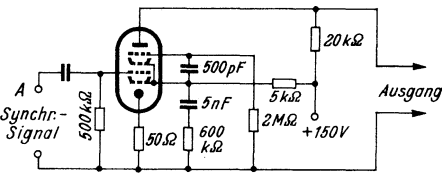

Bild 8. Schaltung zur Erzeugung negativer Impulse
3. Generatoren für verschiedene Kurvenformen. Zur Steuerung von Zählkreisen, Multivibratoren und sonstigen elektronischen Kreisen werden oft negative Impulse benötigt. Eine Schaltung zur Erzeugung solcher Impulse zeigt Bild 84). Bei einer Anodenspannung von